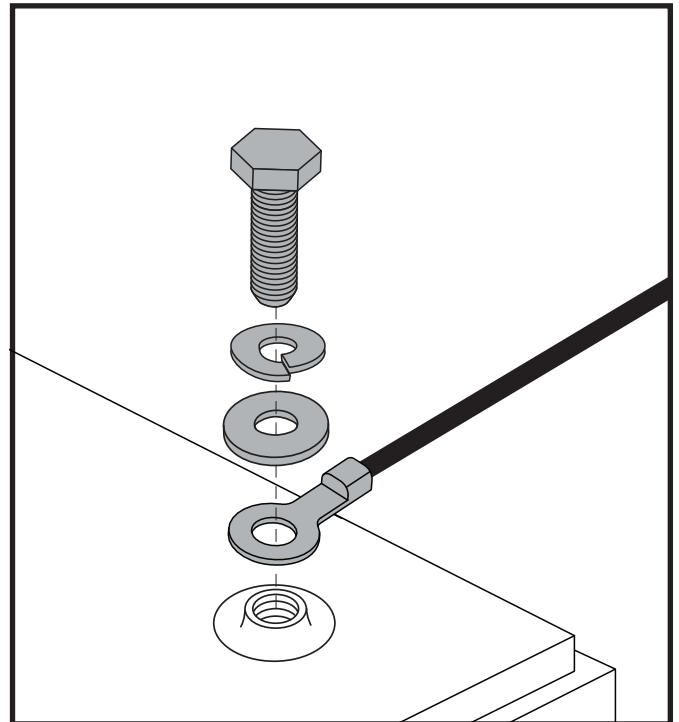

Figure 11. Batterie Borne Matériel
4. Débranchez les câbles des bornes des batteries en soulevant la couvercles des bornes et en desserrant le boulon et l'écrou sur chaque borne. **Voir la figure 11.**
NOTE: Certains scooters ont des entretoises installées pour sécuriser les batteries. Vous pouvez retirer les entretoises et les garder en sûreté jusqu'à ce que les batteries soient remplacées dans le scooter. Voir la figure 11.